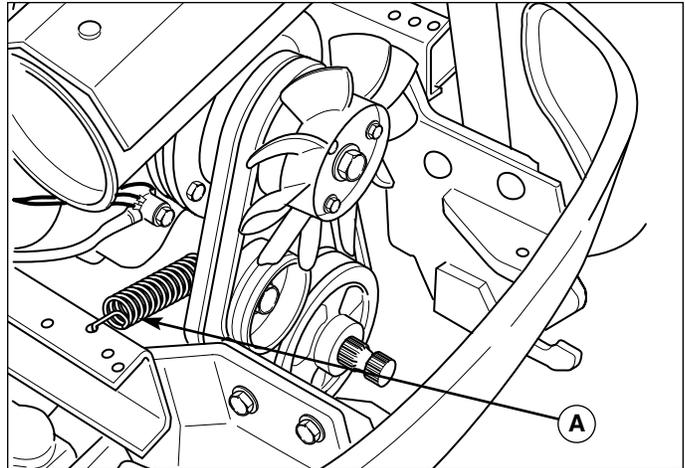

Figure 31. Retrait de la courroie de PDF
3. À l'aide d'un crochet ressort ou d'une boucle de ficelle, libérer le ressort du bras de galet tendeur (A, figure 31) de la courroie de PDF.